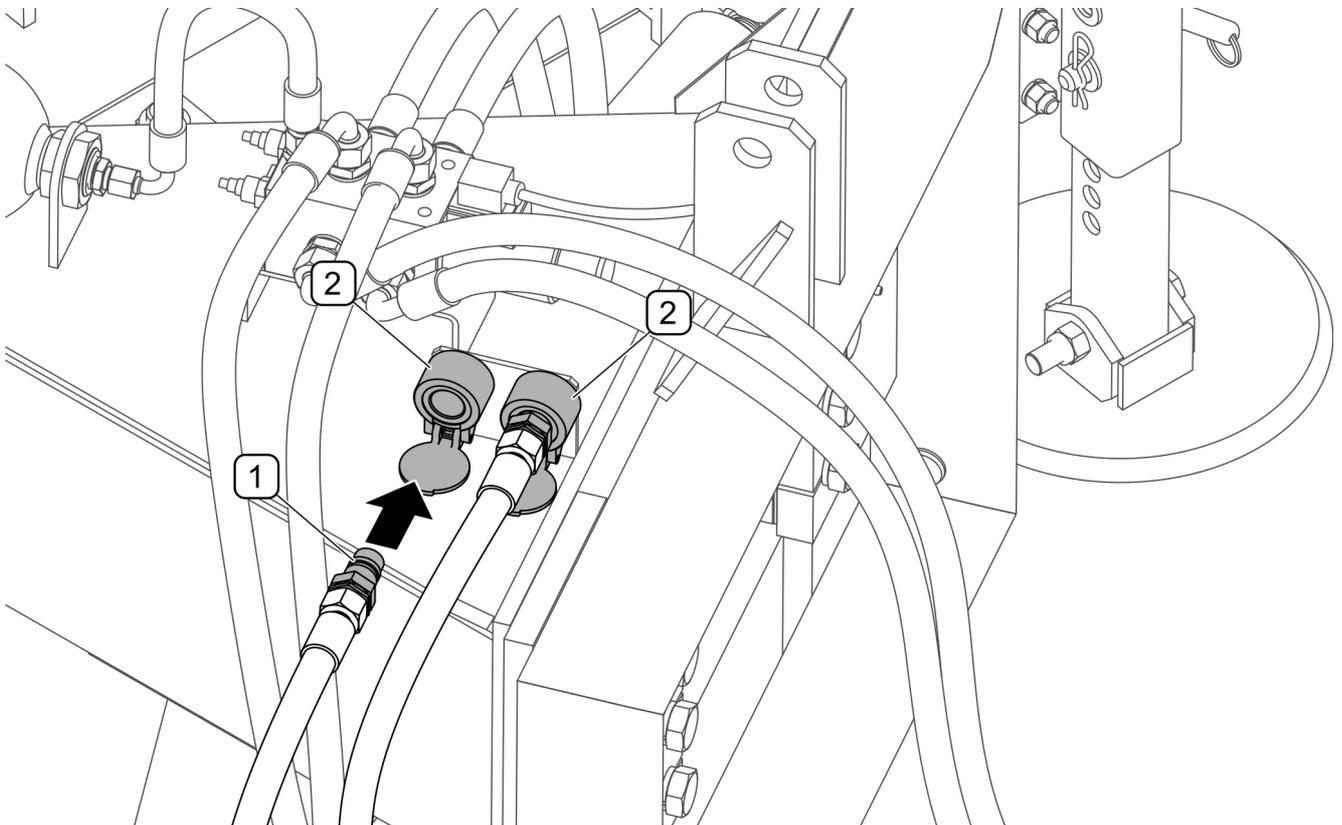

ABBILDUNG 4.11 Sicherung der Hydraulikanschlüsse
- Die Steckverbindungen (1) der Schnellkupplungen an den Hydraulikleitungen vor Verschmutzung schützen und in die speziellen Aufnahmen (2) am Rahmen (ABBILDUNG 4.11) einlegen.